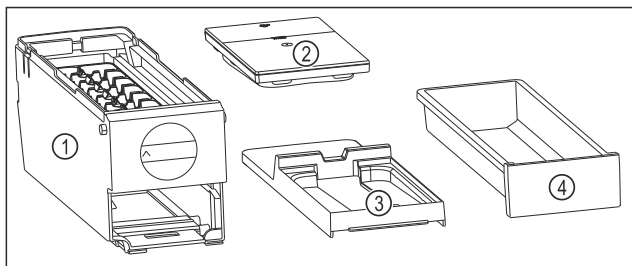

Fig. 80 Составные части EasyTwist-Ice
- ▶ EasyTwist-Ice разобран на четыре части. (см. Fig. 80)
- ▶ Разбирайте EasyTwist-Ice только на составные части, представленные на рисунке. (см. Fig. 80)
- ▶ Очищайте корпус EasyTwist-Ice Fig. 80 (1) как цельное устройство.